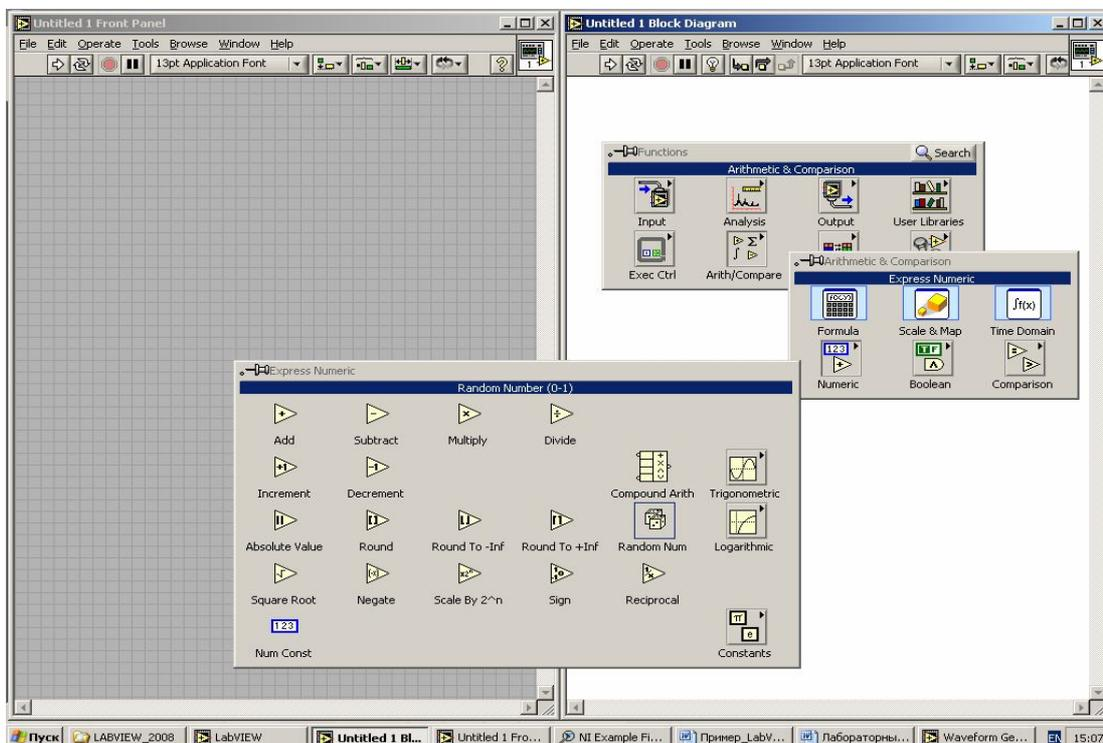

Рисунок 1.6 - Палитра арифметических действий
1.6 Щелчком ПКМ на блок-диаграмме вызовем панель «Все функции» и закрепим ее. В ней находим палитру «арифметические действия», открываем и переносим на блок-диаграмму два элемента: «суммирование»  (Add) и «генератор случайных чисел»  (Random Num). Для этого выбираем: Functions→Arith/Compare→Numeric (рисунок 1.6). Выделяем щелчком ЛКМ проводник, соединяющий выбранный регулятор с осциллографом и удаляем проводник.